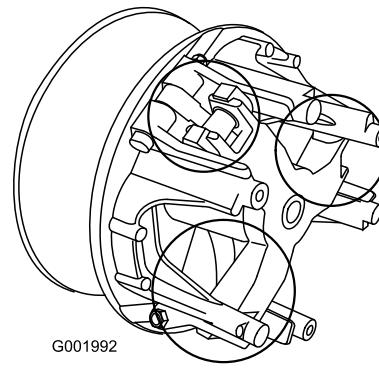

図 60
- 図 60 で○で囲んで表示している部分の可動部に Toro ドライ潤滑剤（Toro 代理店で購入可能）をスプレーする。